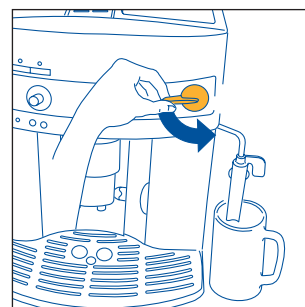
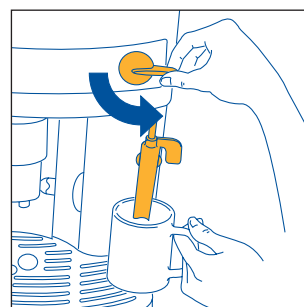
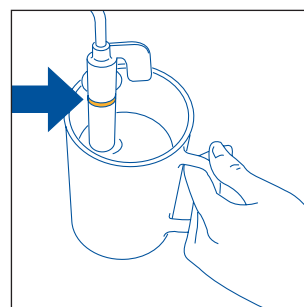

Fig.5
Fig.23
Fig.24
3. **IMEDIATAMENTE DEPOIS, NO ESPAÇO DE 30 SEGUNDOS NO MÁXIMO**, rode o botão do vapor para a esquerda, até ao limite máximo (fig. 5) (é normal que a máquina faça um pouco de barulho).
- Rode para a esquerda o botão do vapor até meio, até ao limite máximo (fig. 5): a água quente sairá através do emulsionador de cappuccinos e começará a encher o recipiente.
- **Logo depois, no espaço de dois minutos no máximo** (senão a máquina volta automaticamente à função de café), introduza o emulsionador de cappuccinos no recipiente que contém o leite (fig. 23), tendo o cuidado de não submergir a linha em relevo presente no próprio emulsionador de cappuccinos (indicado pela seta na fig. 24). Rode para a esquerda o botão do vapor até meio, até ao limite máximo (fig. 5). (Cuidado para não se queimar). Através do emulsionador de cappuccinos sai o vapor que confere um aspecto cremoso ao leite, aumentando o seu volume. Para obter uma espuma mais cremosa, introduza o emulsionador de cappuccinos no leite e faça rodar o recipiente com movimentos lentos, de baixo para cima. (Recomendamos que não ejection vapor durante mais de 2 minutos de seguida).
- Deixe sair um pouco de água ou de vapor durante alguns segundos, rodando o botão do vapor para a esquerda, até ao limite máximo (fig. 5).